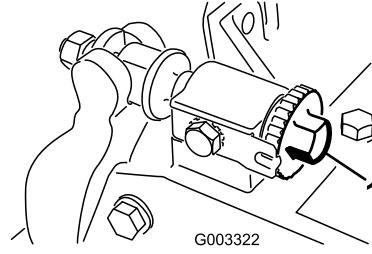
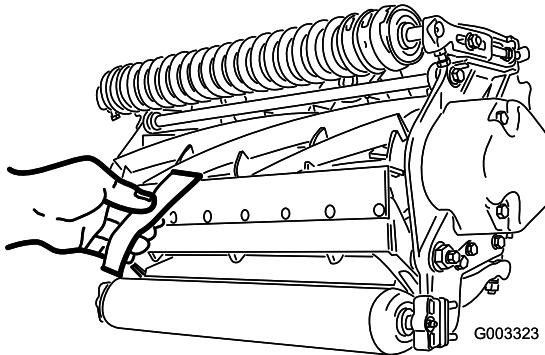

Bild 11
Bild 12
1. Stellen Sie die Maschine auf eine flache, ebene Arbeitsfläche. Stellen Sie sicher, dass die Spindel das Untermesser nicht berührt. Drehen Sie die Einstellschrauben des Untermesserträgers nach links (Bild 11).
- Wichtig:** Stellen Sie sicher, dass die Muttern hinten an den Einstellschrauben des Untermesserträgers nicht auf der Arbeitsfläche aufliegen (Bild 11).
3. Führen Sie an einer Seite der Spindel einen langen Streifen Papier zwischen der Spindel und dem Untermesser ein (Bild 12). Drehen Sie die Einstellschraube des Untermesserträgers, während Sie die Spindel langsam vorwärts drehen, nach rechts (am selben Ende der Spindel) (Bild 11), jeweils um einen Klick, bis das Papier fest gehalten wird, wenn Sie es von vorne parallel zum Untermesser einführen. Wenn das Papier gezogen wird, sollten Sie einen leichten Widerstand spüren.
5. Vergewissern Sie sich nach dieser Einstellung, dass die Spindel Papier einklemmen kann, das von vorne eingeführt wird, und Papier schneiden kann, das senkrecht zum Untermesser eingeführt wird (Bild 12). Papier müsste sich mit minimalem Kontakt zwischen Untermesser und Spindelmessern schneiden lassen. Wenn ein zu großer Spindelwiderstand besteht, läppen oder schleifen Sie das Mähwerk nach, um die für einen genauen Schnitt erforderlichen scharfen Kanten zu erhalten (weitere Angaben finden Sie in der Toro Anleitung Schärfen von Spindel- und Sichelmähern, Form No. 80-300PT).